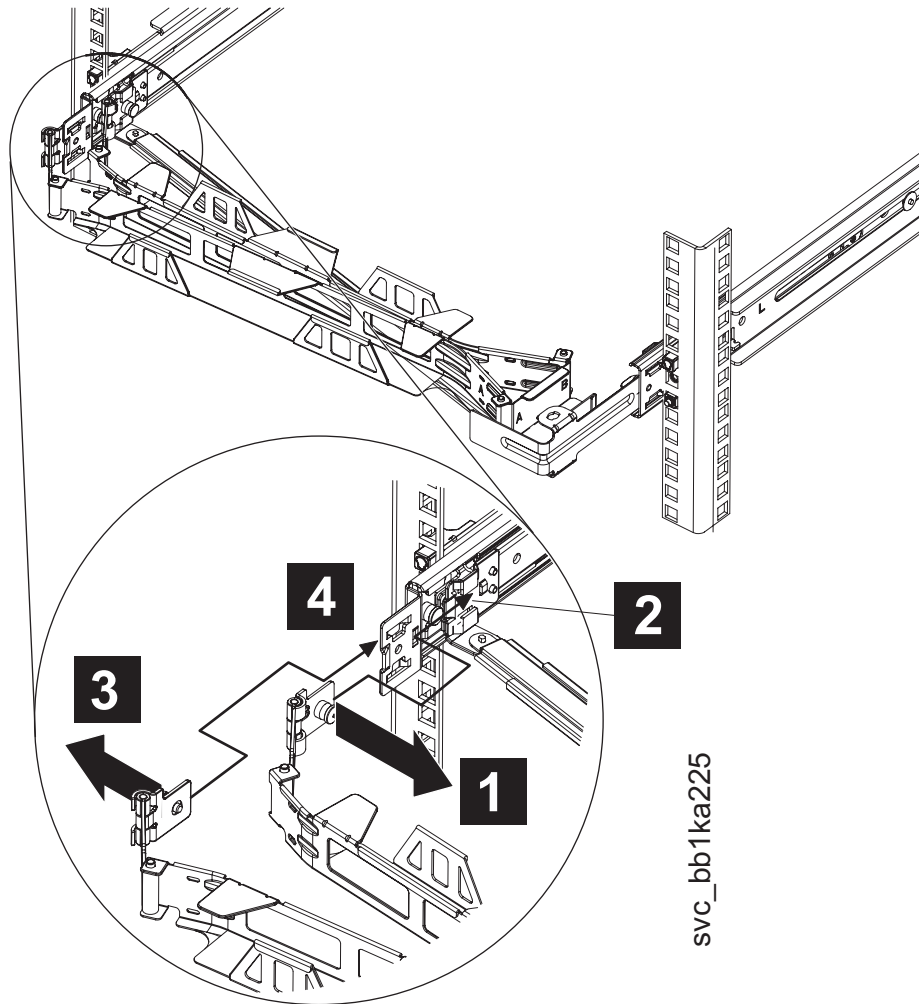

図28. サポート・アーム上の SAN ボリューム・コントローラー 2145-CF8 ケーブル・マネジメント・アーム
- a. 32 ページの図 28 の **1** に示すように、ケーブル・マネジメント・アーム・ピンを抜き取り、ケーブル・マネジメント・アーム・タブ **2** をスライド・レールの内側のスロットに滑り込ませます。